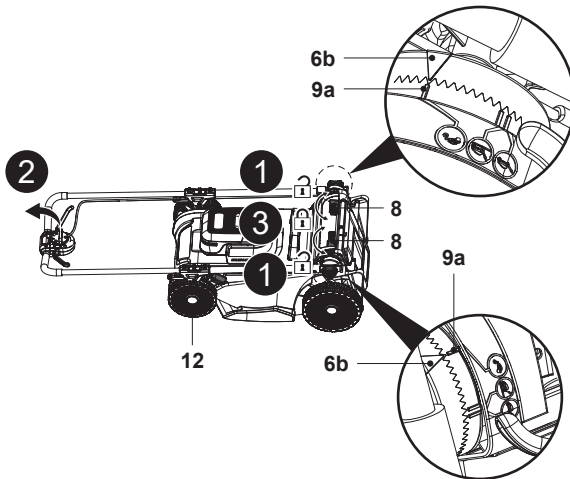

Fig. 23
1. Apague la máquina y extraiga la batería (24) antes de almacenarla.
- Retire el recogedor de hierba (7)/accesorio triturador (23).
- Sitúe la palanca de ajuste de la altura de corte (12) en la posición más baja.
- Afloje las dos palancas de sujeción (8) y pliegue por completo el conjunto del manillar (Fig. 23, pasos 1 y 2).
- Bloquee las dos palancas de sujeción (8) para fijar bien el conjunto y asegúrese de que el triángulo indicador (6b) está alineado con el indicador de estacionamiento (9a) para evitar que el producto se abra (Fig. 23, paso 3).